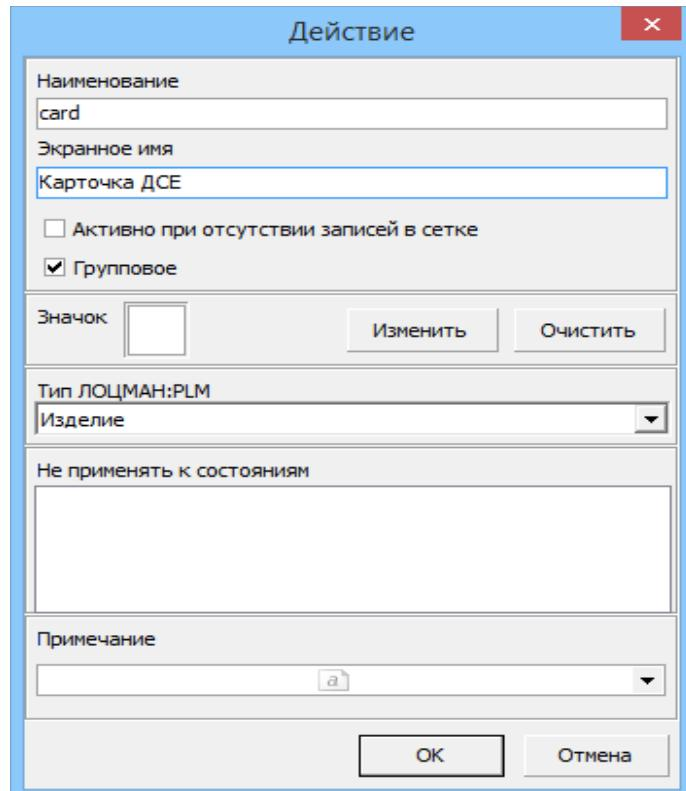

Рисунок 286: Окно создания действия
- 7.1 Заполнить поля, как указано на рис. 286.